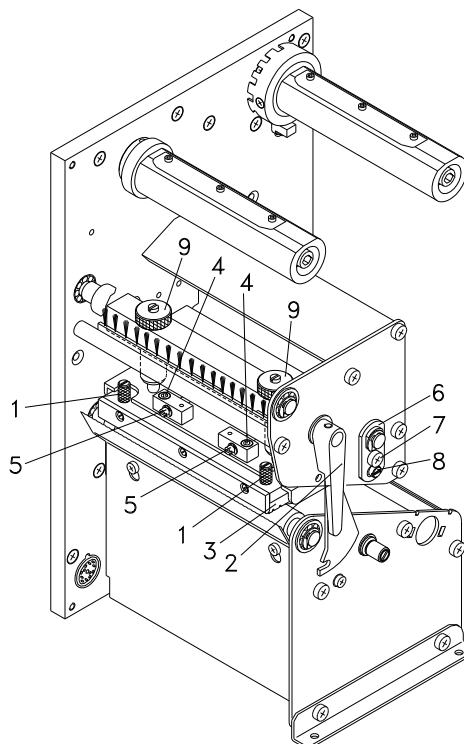

Figura 16
1. Allentare le viti (4, Figura 16) di circa $\frac{1}{4}$ di giro con una chiave per viti con testa esagonale incassata (SW 2,5).
2. Impostare il parallelismo con le viti di regolazione (5, Figura 16).
4. Serrare di nuovo le viti (4, Figura 16).
1. Allentare la vite (7, Figura 16) di circa $\frac{1}{4}$ di giro.
2. Ruotare i bulloni eccentrici (8, Figura 16) per creare un'equilibratura di stampa e registrarli fino ad ottenere un'immagine di stampa uniforme.
3. Serrare di nuovo la vite (7, Figura 16).
1. Ruotare i bulloni reggispinta (9, Figura 16) per modificare la pressione della testina di stampa.
2. Ruotando i bulloni reggispinta (9, Figura 16) in senso orario fino al fermo si crea un aumento della pressione di 10 N rispetto all'impostazione di fabbrica.
3. Ruotando i bulloni reggispinta (9, Figura 16) in senso antiorario di un giro esatto dal fermo destro si ritorna all'impostazione di fabbrica.